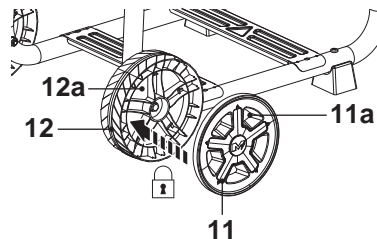

Fig. 4
1. Alinee los 3 pestillos (11a) de la tapa de la rueda (11) con las ranuras (12a) de la rueda y presione firmemente la tapa (11) hasta que los pestillos (11a) encajen en su posición (Fig. 4).